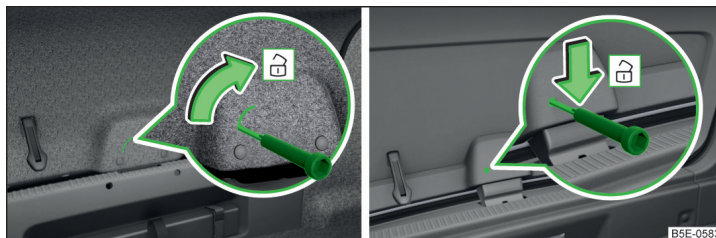

Fig. 234 Déverrouillage du coffre variante 1/variante 2
- Insérez un tournevis ou un outil similaire dans l'ouverture de l'habillage » fig. 234 jusqu'en butée.